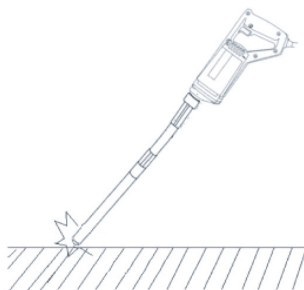

Figura 8: Batida de leve do mangote no chão.
5. Dê uma leve batida com o mangote no chão (ou em um local duro) antes de utilizar o aparelho, conforme a Figura 8 abaixo: